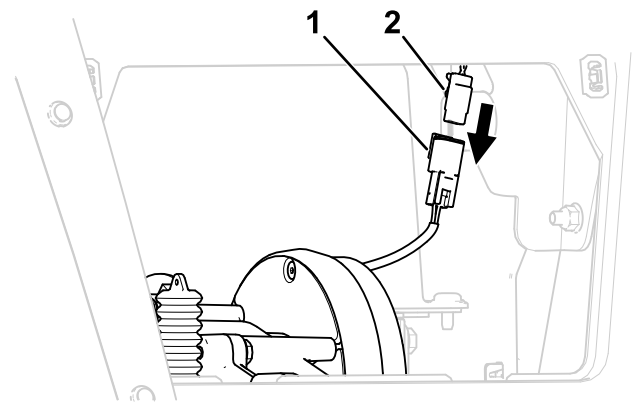

Bild 18
3. Trennen Sie den Anschlussstecker der Bremsen vom Kabelbaum (Bild 18).